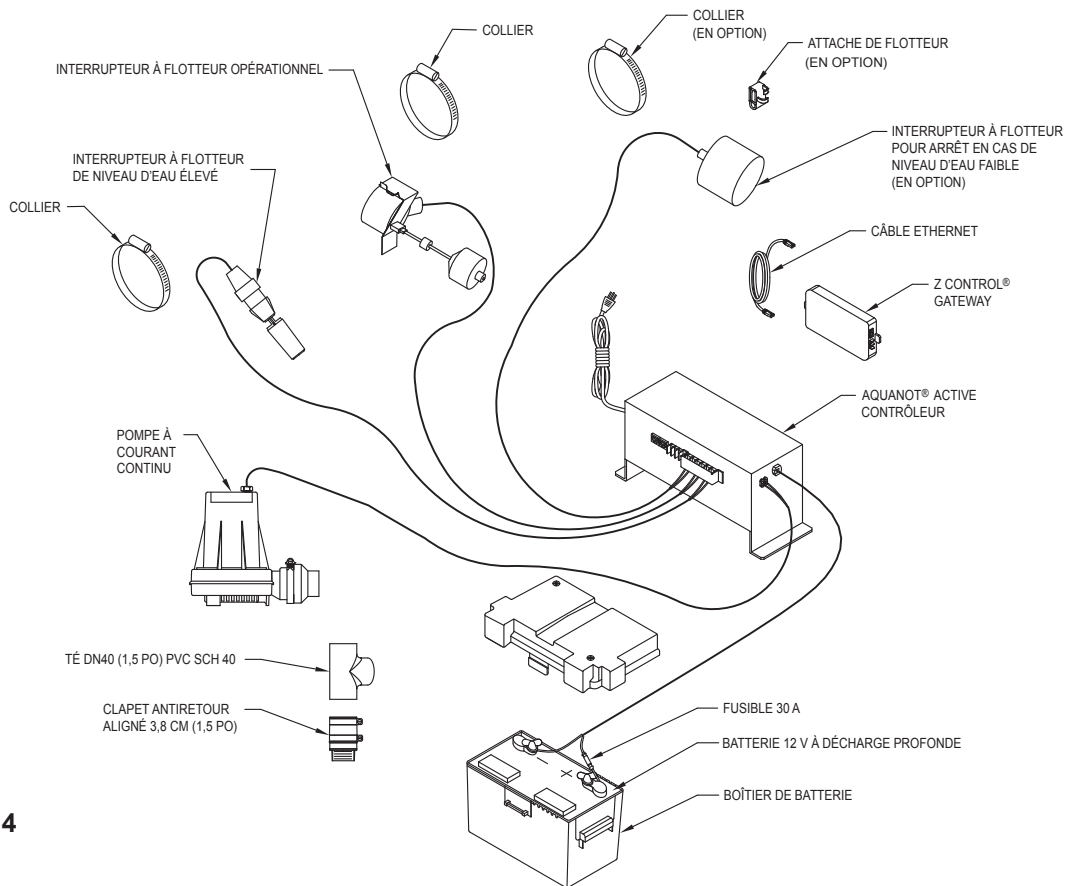

FIGURE 4
6. Fixer le raccord réducteur d'évacuation de la pompe à courant continu avec une colle à solvant sur le coude, comme illustré à la figure 4. S'assurer que le joint torique est bien placé sur l'évacuation de la pompe. Glisser la pompe à courant continu dans le raccord puis serrer le collier du flexible.